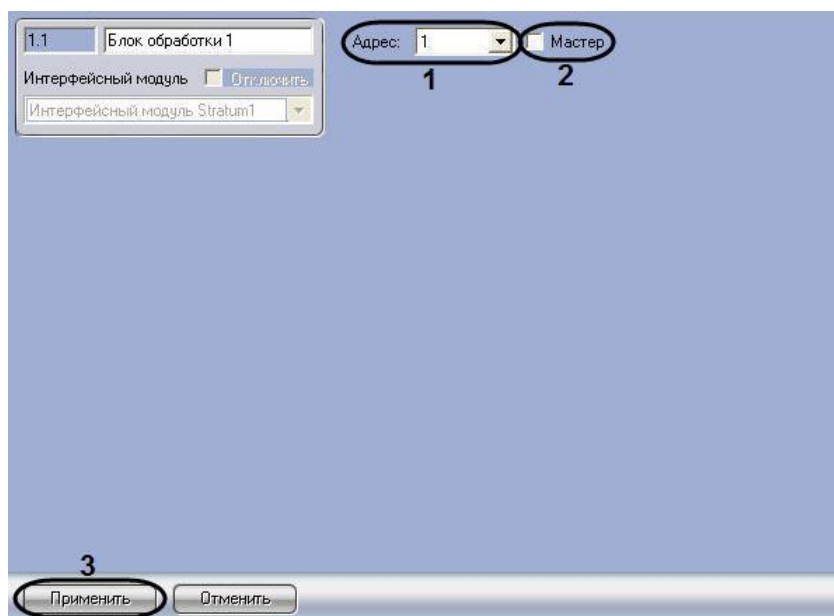

Рис. 2.5-2. Настройка объекта Блок обработки
1. Перейти на панель настройки объекта **Блок обработки** (Рис. 2.5-2).
2. Из раскрывающегося списка **Адрес** выбрать локальный адрес процессорного модуля, заданный при настройке системы *Stratum* в программе «Site Manager» (см. Рис. 2.5-2, **1**).
3. Установить флажок **Мастер**, если система *Stratum* подключена к компьютеру через данный процессорный модуль (см. Рис. 2.5-2, **2**).
4. Для сохранения внесенных изменений нажать кнопку **Применить** (см. Рис. 2.5-2, **3**).